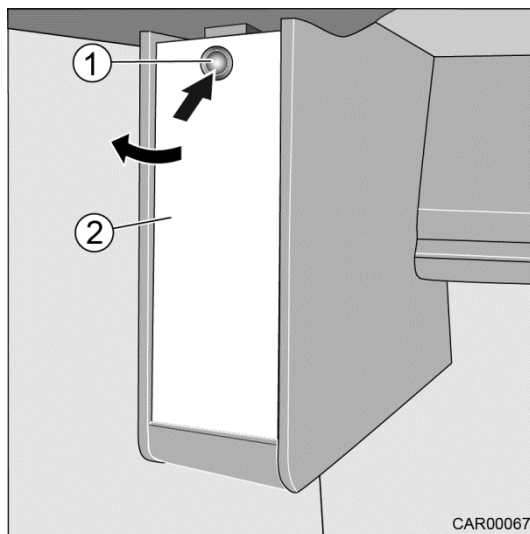

Fig. 133 Système coulissant de l'écran TV dans la chambre
1. Ouvrir la fermeture push-lock (Fig. 133/1).
2. Ouvrir le volet (Fig. 133/2).